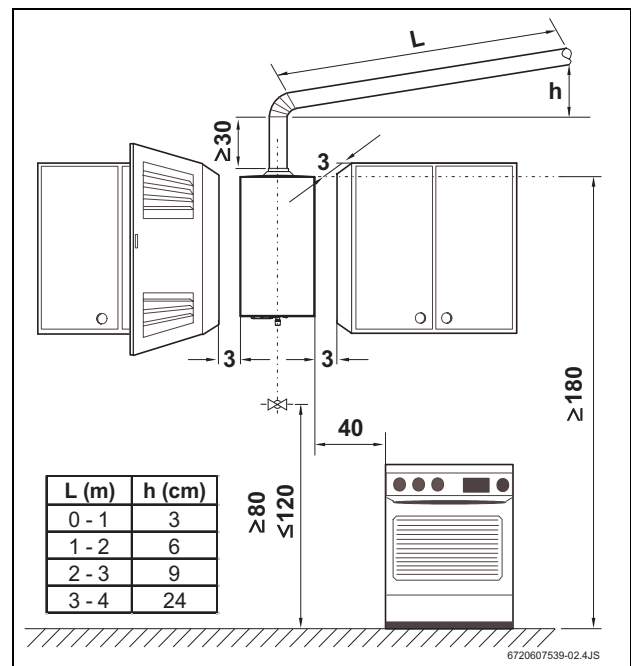

Fig. 4 Distanze minime
dei gas combustibili. Misure d'installazione, vedi Fig. 4.
- Rispettare le distanze minime d'installazione (vedere Fig. 4).